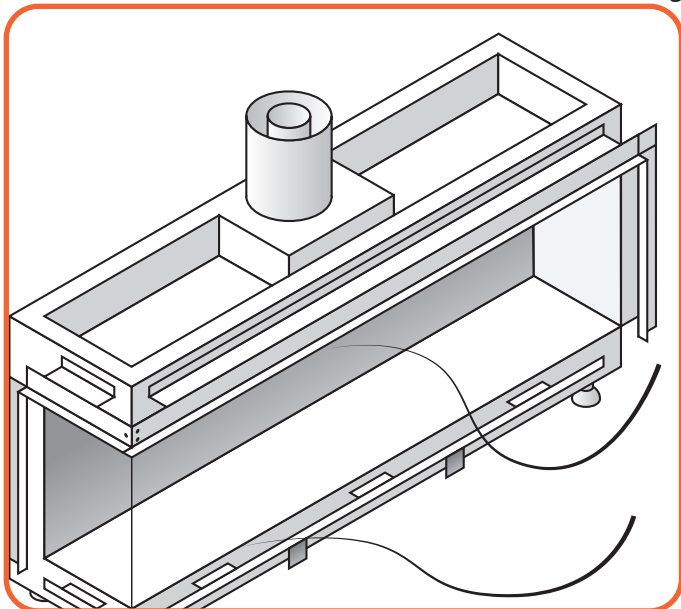

Abb. 9.4 Entfernen der Gurte
- Lösen Sie die Gurte die die Scheibe halten (Abbildung 9.4).